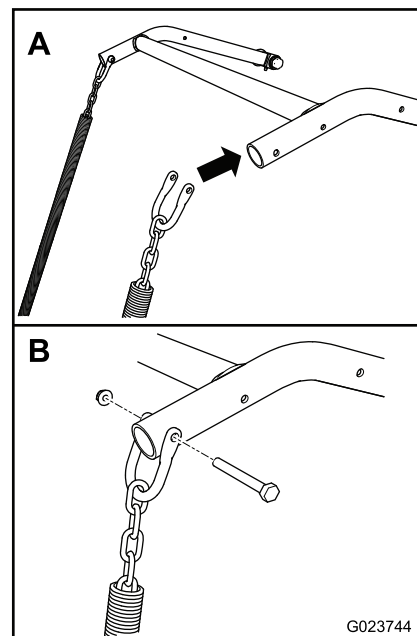

Bild 12
3. Fluchten Sie jeden Bügel mit der entsprechenden Seite des Anbaugeräthubs an der Maschine aus (Bild 12).